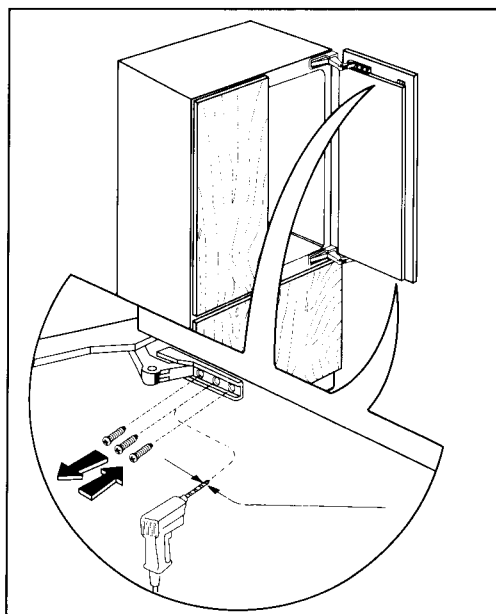

Fig. 7a
- Riaprire le porte e forare con una punta da **2,5 mm** al centro delle asole orizzontali della cerniera. Fissare con le viti e togliere quelle dell'asola verticale (Fig. 7a).